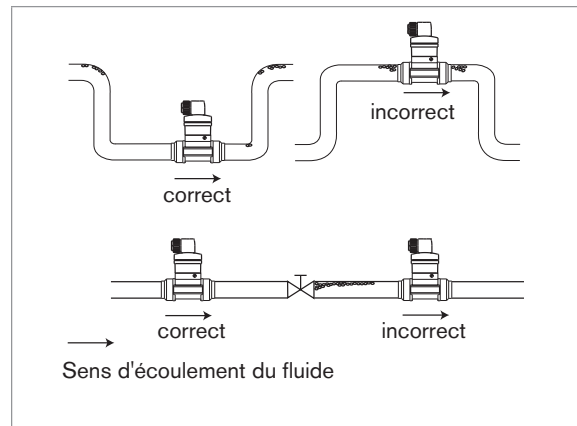

Fig. 4 : Recommandations additionnelles d'installation
- Eviter la formation de bulles d'air dans la conduite (voir Fig. 4).